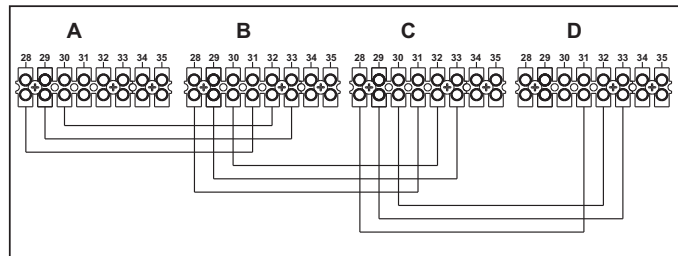

fig. 33 - Collegamento in cascata
1. Collegare i moduli come mostrato in fig. 33 (esempio con 4 moduli)
Se questo non avviene, togliere alimentazione elettrica e controllare il cablaggio in fig. 33.